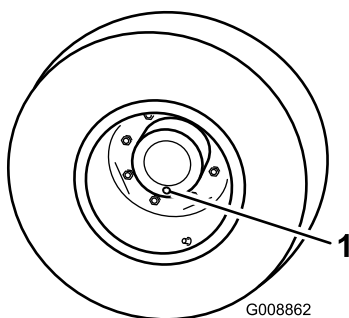

Figure 67
1. Placez la machine sur une surface plane et horizontale et tournez une roue de sorte que l'un des bouchons de contrôle se trouve à la position la plus basse (6 heures) (Figure 67).